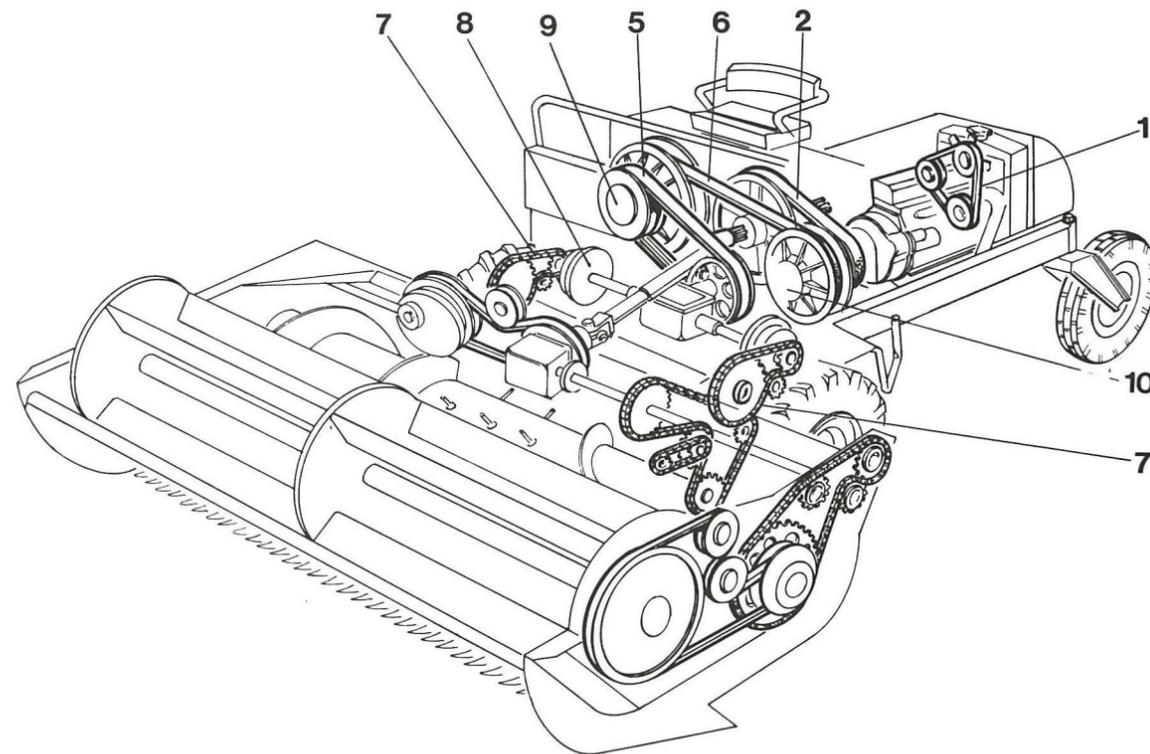
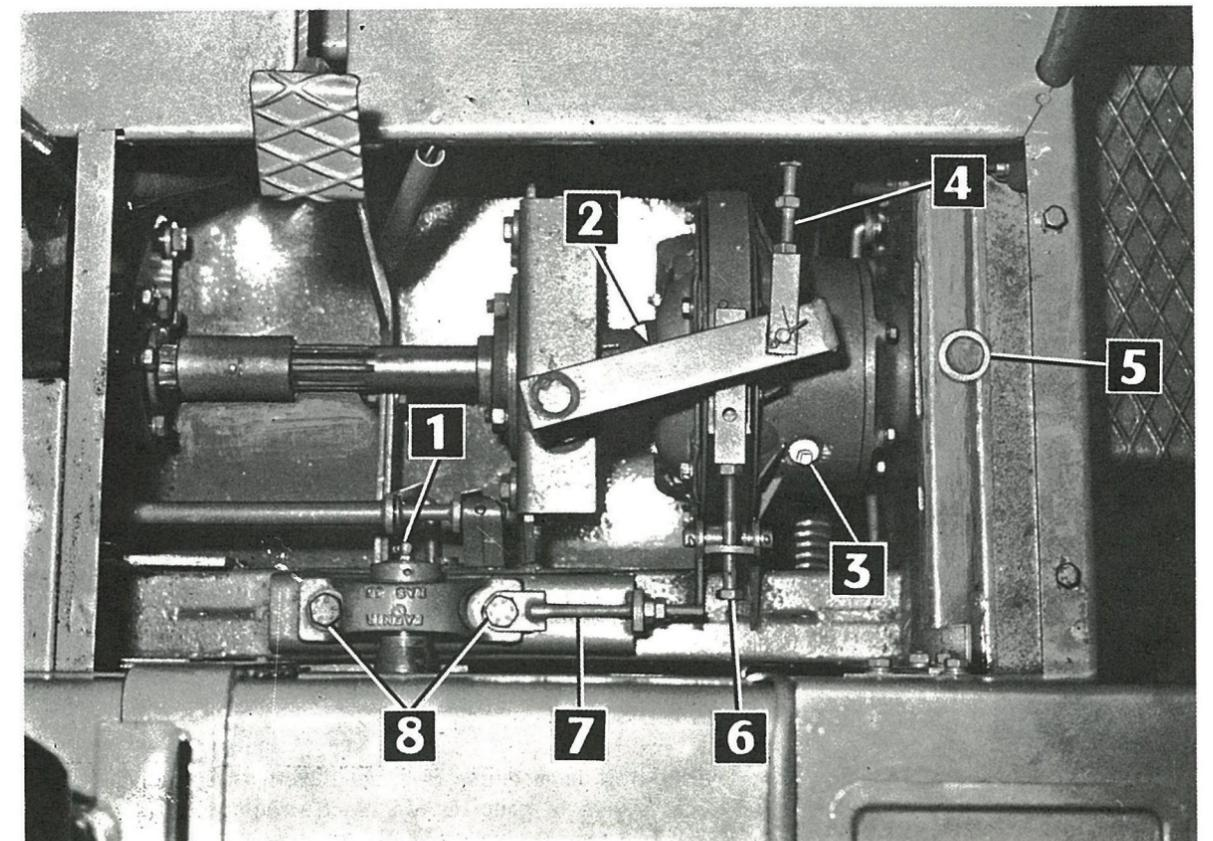
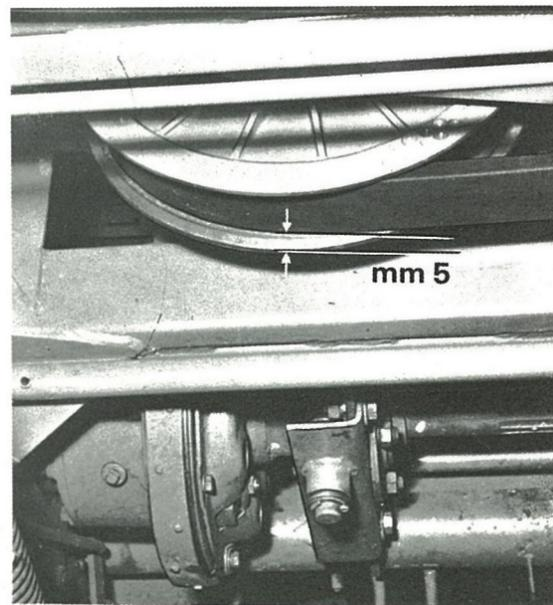

FIG. 30
FIG. 31
FIG. 32
• Courroie du variateur de traction (6) Fig. 30
La tension de cette courroie est obtenue en déplaçant le groupe de poulie 9 - Fig. 30 à l'aide des tendeurs 7 - Fig. 31. Pour cette opération les vis 8 - Fig. 31 seront desserrées et l'on agira sur les écrous des deux tendeurs de la même valeur pour conserver le parallélisme des disques du groupe 9 - Fig. 30 par rapport à ceux du groupe 10.
La tension est correcte lorsque le dos de la courroie 5 - Fig. 30 se trouve en retrait de 5 mm du bord des disques du groupe variateur 9 - Fig. 30 quand le variateur est en position neutre. La figure 32 montre ce réglage.
• Courroie de commande du renvoi d'angle central (5) Fig. 30
● courroie de l'embrayage de prise de force 2 - Fig. 30
TENSION DES CHAINES DES REDUCTEURS LATERAUX 7 - Fig. 30
REGLAGE DES GROUPES EPICYCLOIDAUX DIRECTEURS 8 - Fig. 30
- la garde aux butées d'embrayage qui doit être de 5 mm. Cette garde se traduit par un déplacement de 20 mm sur les leviers directeurs au niveau du plancher du poste de conduite. Agir en conséquence sur les tiges filetées 4 - Fig. 31.
- la garde entre le début "débrayage" et le début "freinage des groupes". Cette garde doit être de 20 à 25 mm au niveau de la vis de butée 6 - Fig. 31 sur laquelle on agira pour obtenir la cote indiquée. Il est rappelé que ce réglage détermine la sensibilité de la direction.